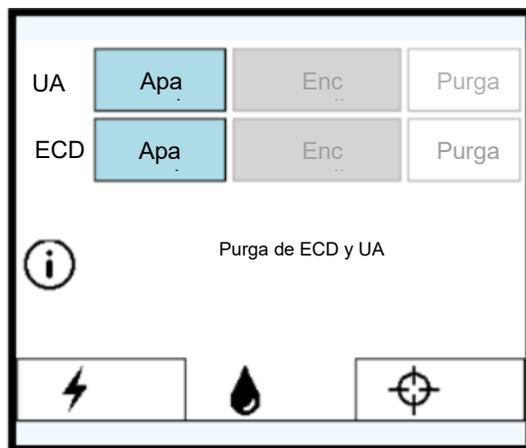
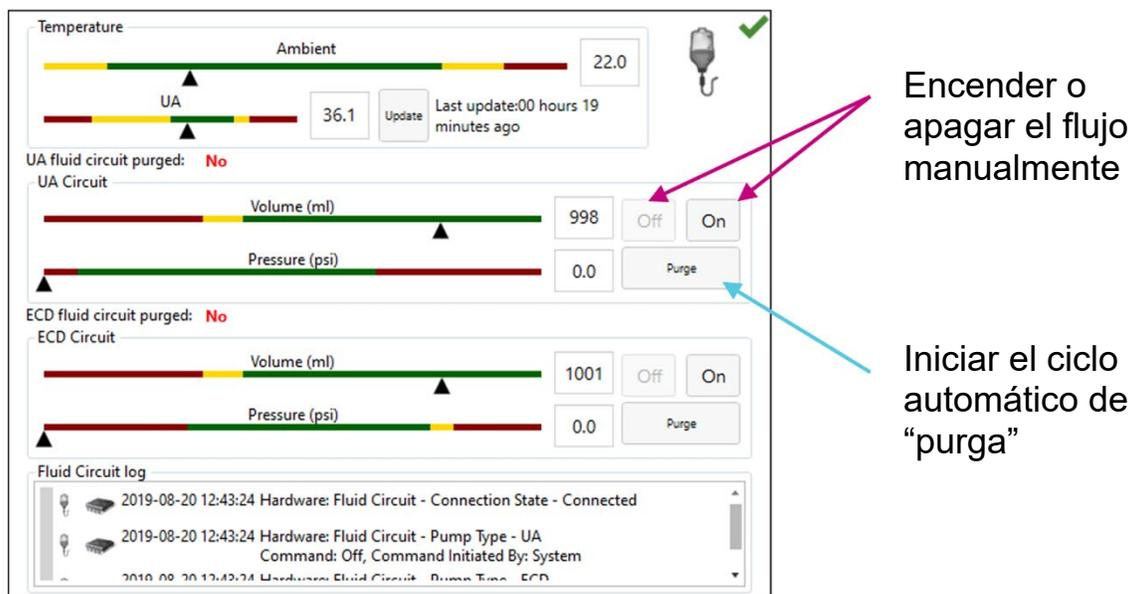

Figura 7: Pantalla PSIB - pestaña Circuito de fluido
Figura 8: Cuadro de información del circuito de fluidos en el espacio de trabajo Configuración TDC
5. En la pantalla del PSIB, elija la pestaña **Circuito de fluido** (Figura 7) y **purgue** los circuitos de fluido UA y ECD. También puede hacerlo desde el TDC pulsando **PURGAR** junto al cuadrante del circuito de fluido (FC) (figura 8).
- a. Si el ciclo de purga termina antes de completar los pasos de este proceso, vuelva a la pantalla PSIB (o a la ventana TDC) y encienda manualmente el flujo haciendo clic en **Encendido**. Las bombas de fluido permanecerán encendidas hasta que haga clic en **Apagado** (figura 8).